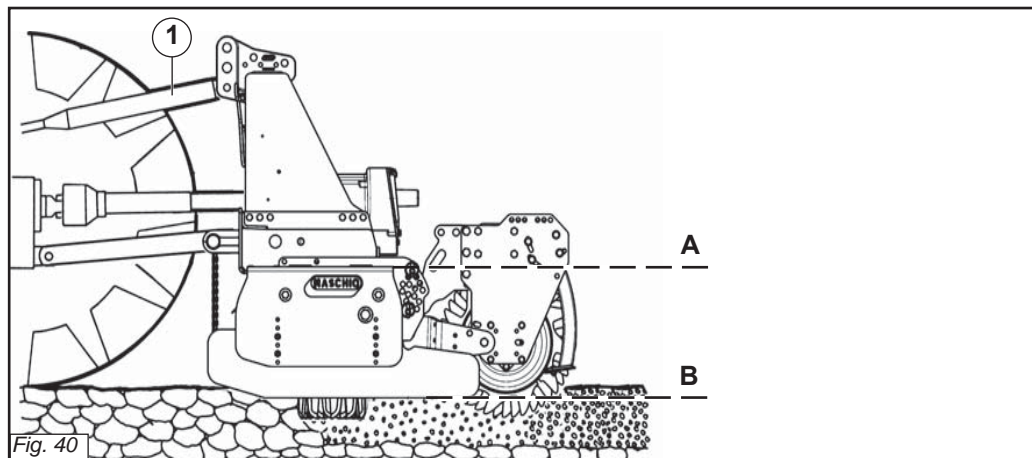

Fig. 40
- 4 - Collegare il terzo punto superiore ed effettuare una corretta regolazione con il tirante (1 Fig. 40) verificando che il piano superiore della macchina (A Fig. 40) risulti parallelo al piano terra (B Fig. 40). Ciò è molto importante allo scopo di ottenere il parallelismo tra asse albero presa di forza della macchina e quello della presa di forza del trattore.
- 4 - Reliez le troisième point supérieur et réglez correctement à l'aide du tirant (1 Fig. 40). Assurez-vous que le plan supérieur de la machine (A Fig. 40) soit pratiquement parallèle au terrain (B Fig. 40). Ceci est très important en vue d'obtenir le parallélisme entre l'axe de la houe et celui de la prise de force du tracteur.
- 4 - *Den oberen Kupplungspunkt anschließen und den oberen Lenker (1 Abb. 40) korrekt einstellen. Sicherstellen, daß die obere Haubenkante der Maschine (A Abb. 40) parallel zum Boden (B Abb. 40) steht. Das ist sehr wichtig, um die Parallelität zwischen der Achse der Maschine und der der Schlepper-Zapfwelle zu erhalten. Wenn diese Parallelität gegeben ist, wird die Zapfwelle weniger belastet und das Leben von Gelenkwelle und Gerät wird verlängert.*